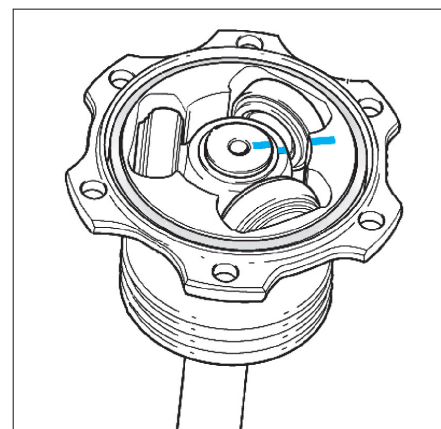

Fig. 3
- À l'aide d'un feutre, effectuer des repères d'alignement entre le bol, le tripode et l'arbre de pont (Fig.3).